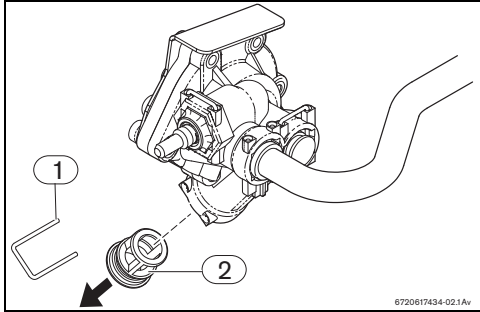

Fig. 8 Purga
- ▶ Retirar el clip de sujeción de la tapa del filtro (Fig. 8, [1]).
- ▶ Retirar el tapon filtro agua (Fig. 8, [2]) del cuerpo de agua.